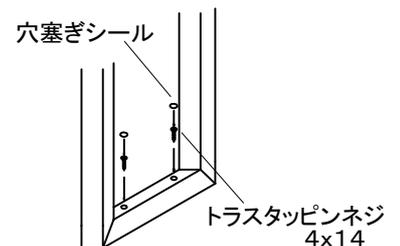

図8-6
- ④ドレッサー脚が床面に垂直になる位置で床に固定し、穴を穴塞ぎシールで隠してください。(図8-6)